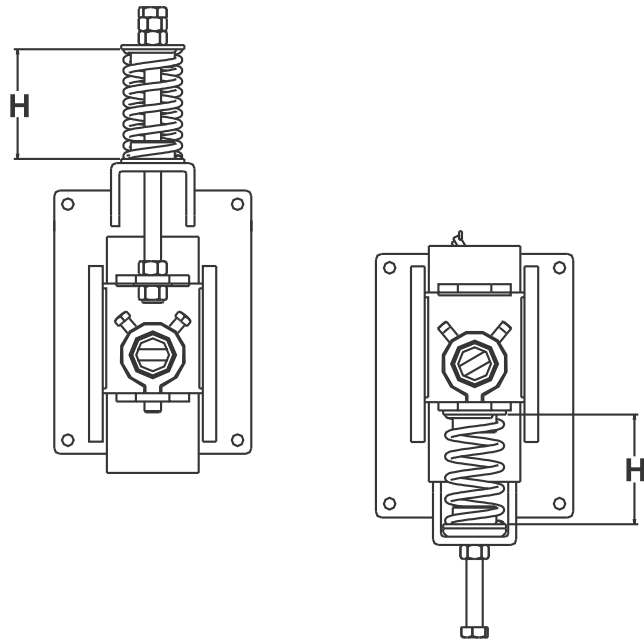

Figure 9. Emplacement de mesure hauteur du ressort (H)
Faire monter les blocs coulissants en faisant tourner les boulons de réglage de manière uniforme jusqu'à ce que la lame entre simplement en contact avec la courroie. Vérifier que la lame est en contact uniforme avec la courroie sur toute la longueur de la lame. Une fois qu'il y a contact entre la lame et la courroie, soulever les blocs coulissants de manière uniforme pour charger le ressort. Continuer à serrer jusqu'à ce que la force vers le haut (la pression de la lame) soit suffisante, voir le tableau 2 ci-dessous. La hauteur du ressort (H) est le point de départ de la tension suggérée. Voir la Figure 9. Serrer fermement l'écrou de blocage sur les deux boulons de réglage. Il est possible qu'il y ait suffisamment de jeu dans la courroie pour qu'il y ait assez de force vers le bas à cause du poids de la courroie pour qu'il ne soit pas nécessaire de comprimer le ressort.